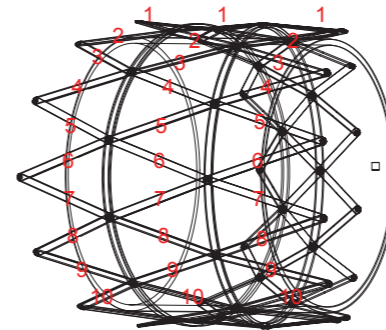

Fig. 4
4. Carefully wrap the skeleton around the tube and connect the loose ends with a screw and a nut. Possibly use some tape to fix the skeleton to the tube - Fig 4.
4. Legen Sie das Skelettelement vorsichtig um die Kartonröhre und verbinden die offenen Enden mit einer Schraube und Mutter, so dass ein geschlossener Ring entsteht. Gegebenenfalls das Skelett mit etwas Klebeband auf der Röhre fixieren - Fig 4.